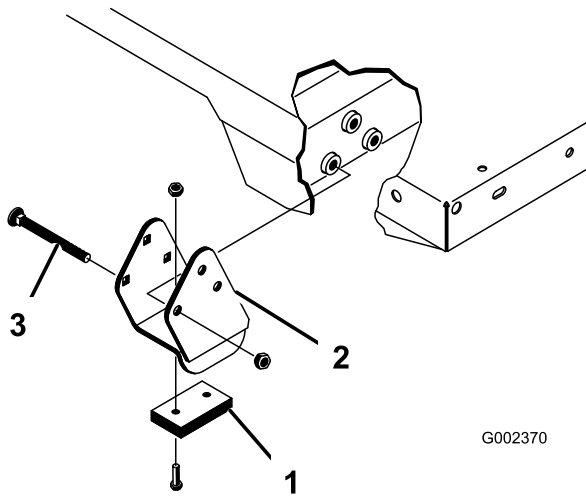

Bild 34
Hinweis: Stellen Sie sicher, dass die Distanzstücke und die Verschleißblöcke (Bild 34) so eingesetzt sind, dass die Köpfe der Schloßschrauben an der Innenseite der Maschine sind.
2. Setzen Sie die Pritsche vorsichtig auf den Fahrzeugrahmen. Richten Sie die hinteren Schwenkplattenlöcher der Pritsche mit den Löchern am hinteren Rahmenkanal aus und montieren Sie die zwei Lastösenbolzen und Klapstecker (Bild 34).
3. Befestigen Sie bei abgesenkter Pritsche jedes Ende der Zylinderstange mit einem Lastösenbolzen und einem Klapstecker an den entsprechenden Einschüben in den Befestigungsplatten der Pritsche. Setzen Sie den Lastösenbolzen von der Außenseite der Pritsche ein. Der Klapstecker sollte außen (Bild 34). Die hinteren Einschübe sind für die Montage der großen Pritsche und die vorderen Einschübe sind für die Montage der 2/3 Pritsche gedacht.